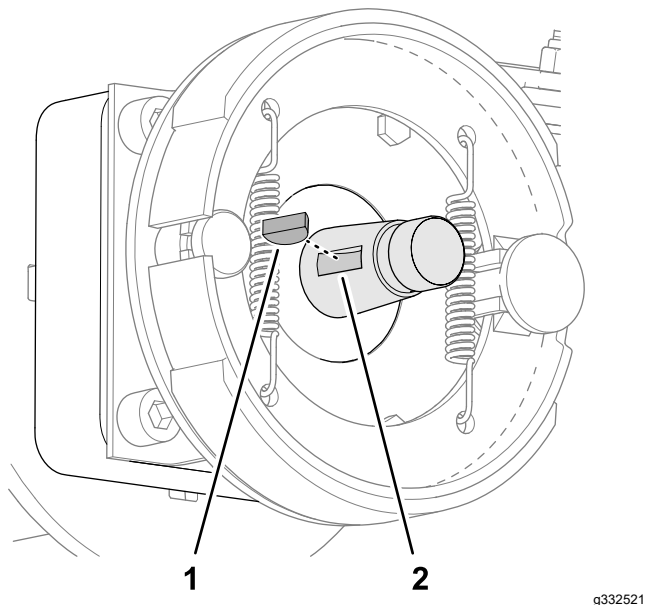

**Figura 66**
1. Remova a porca de bloqueio que prende o cubo ao eixo do motor da roda (Figura 65 ou Figura 66).
4. Utilize o extrator do cubo das rodas para remover o cubo das rodas e tambor dos travões do veio do motor das rodas (Figura 65 ou Figura 66).